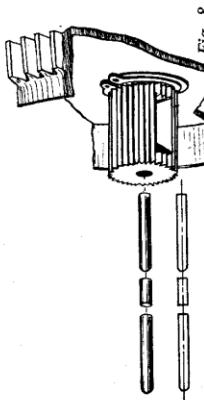

Fig. 8
18. Udløserstængerne lægges nu ned i mellemaksiens gennemhoring. Først en lang stang med den flade ende nedad, dernæst den korte stang og igen en lang stang med den flade ende nederst. De runde ender på de 2 lange udløserstænger vender altså mod koblingsiden, se fig. 8.